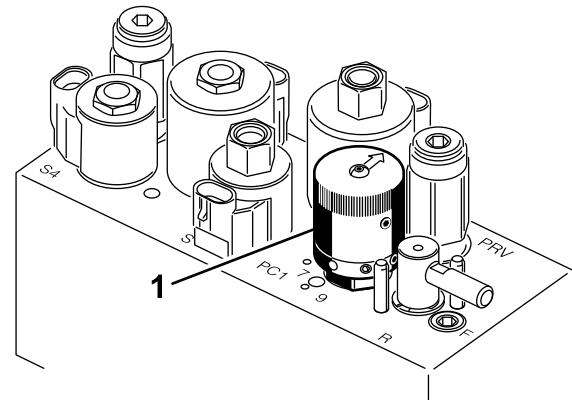

Figura 37
4. Per impostare la velocità dei cilindri girate la manopola (Figura 37) fino a portare le frecce in linea con il numero corrispondente all'impostazione desiderata.